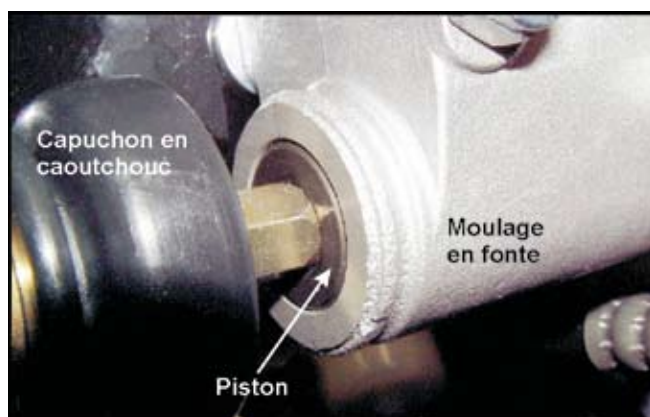

Figure 7-24. Emplacement du piston.
2. Retirer le capuchon en caoutchouc sur les deux chevilles de plongeur du maître-cylindre et vérifier la localisation de chaque piston relativement à la face du moulage du maître-cylindre comme illustré à la figure 7-24. Utiliser une règle droite contre la face du moulage pour vérifier que le piston est entre zéro et 0,5 mm de profondeur dans le maître-cylindre.